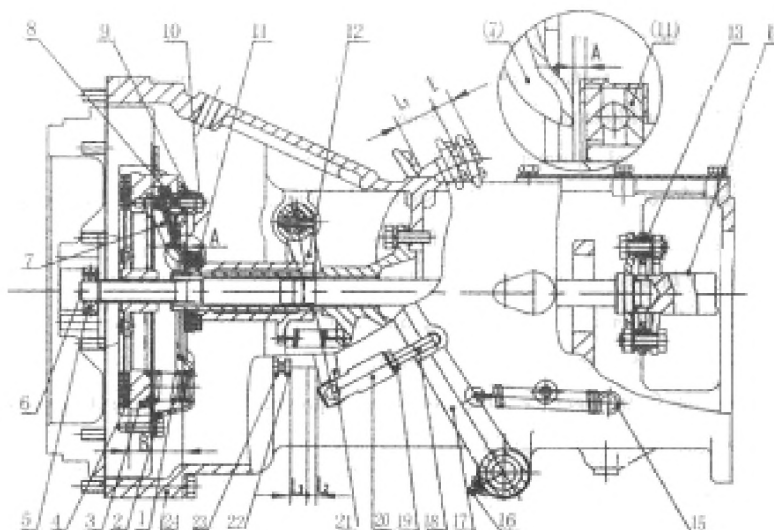

Рисунок 4-1. Сцепление единичного действия.
При установке сцепления, поверните регулировочную гайку (9) (рисунок 4-1), чтобы убедиться, что расстояние между рабочей поверхностью рычага и рабочей поверхностью нажимного диска составляет 45 мм. (В - 45 мм.) Когда сцепление задействовано, расстояние между выжимным подшипником и отжимным рычагом составляет $2,5 \pm 0,5$ мм. ($A = 2,5 \pm 0,5$ мм.). В то же время, рабочие поверхности трех отжимных рычагов должны лежать в одной плоскости, допустимое отклонение составляет 0,25 мм.